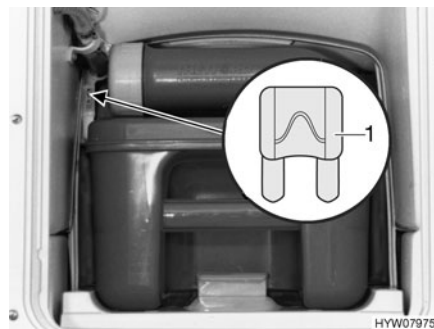

Fig. 148 Fusible del inodoro Thetford
- Cambiar el fusible (Fig. 148,1 ó Fig. 149,1).